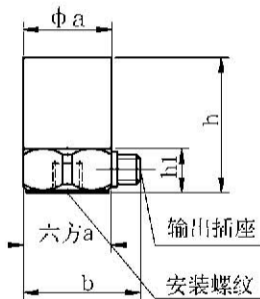
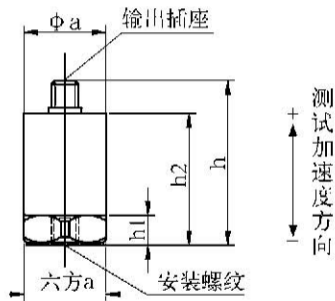

图2
图3
1. 安装：以单轴为例，侧端输出外形如图2所示，顶端输出外形如图3所示：